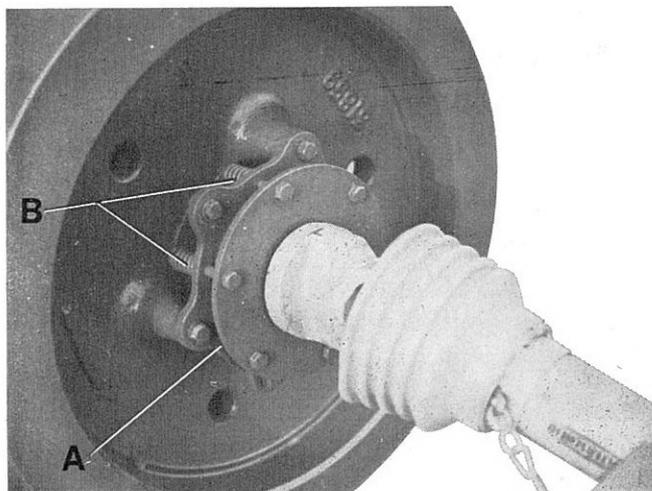

FIG. 28
Avant la mise en route, s'assurer que les disques du limiteur de couple A fig. 28 ne sont pas grippés par la peinture ou par la rouille.
**Les ressorts B fig. 28 ne doivent jamais être serrés à une longueur de compression de moins de 32 mm. Les disques ne doivent jamais être gras.**